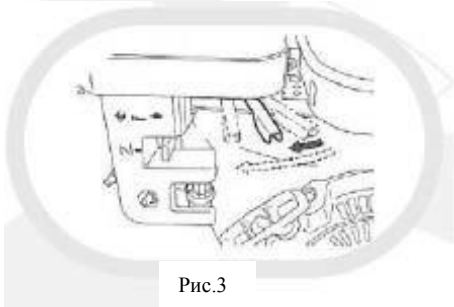

Рис.3
- Установите регулятор оборотов в положение 1/3 от максимальных оборотов (Рис. 3)